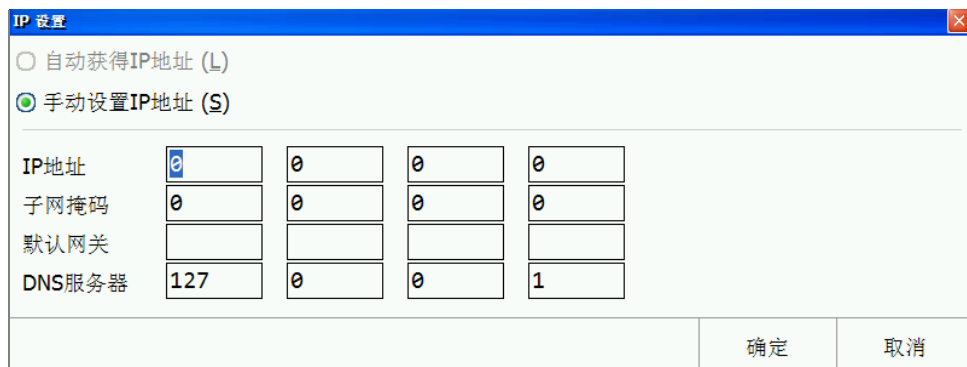

图 6-4 设置一体机 IP（手动设置）
1. <系统> →<C 系统信息> →<F7 网络信息> →<F5 IP 配置>（输入制造商密码，弹出图 6-4 所示对话框）→<S 手动获得 IP 地址>。